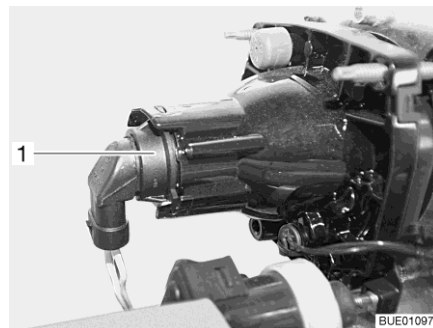

Bild 287 Halvljus/helljus/parkeringsljus
- Greppa tag bakom lamphållaren (Bild 287,1).